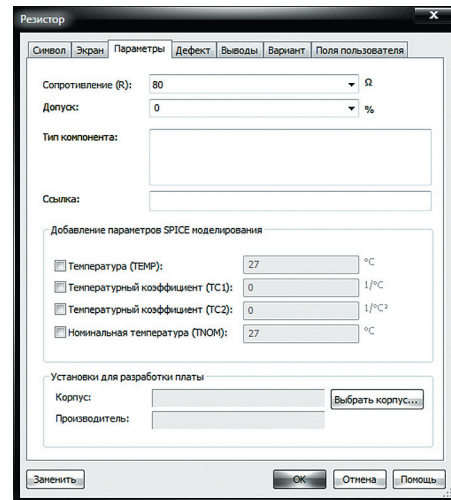
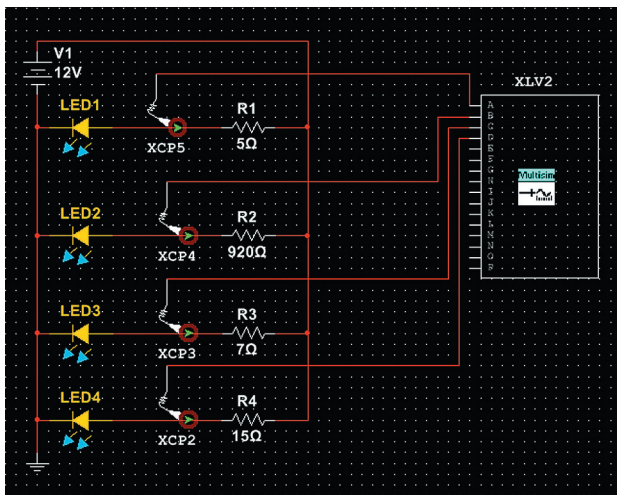

Рис. 13. Окно настроек резистора
Рис. 12. Применение виртуального инструмента LED Intensity Grid для оценки интенсивности свечения массива светодиодов
В качестве примера выполним при помощи виртуального инструмента LED Intensity Grid исследование массива из четырех светодиодов синего цвета (рис. 12). Для иллюстрации работы этого инструмента установим разные значения сопротивления резисторов, ограничивающих ток, в результате чего значения токов, проходящих через светодиоды, будут разными. Напомним, значение сопротивления резистора устанавливается в окне его настроек (рис. 13) на вкладке «Параметры» в поле «Сопротивление (R)». Открыть окно настроек резистора можно двойным щелчком левой кнопки мыши на данном компоненте на схеме.